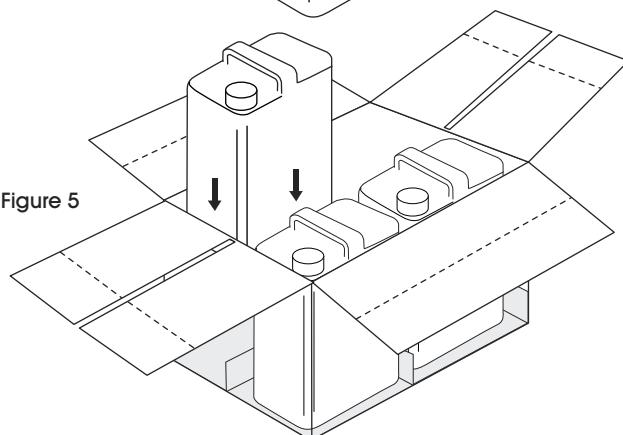

Figure 5
6. Placez les contenants dans la boîte – le fond en premier. (Voir Figure 5)